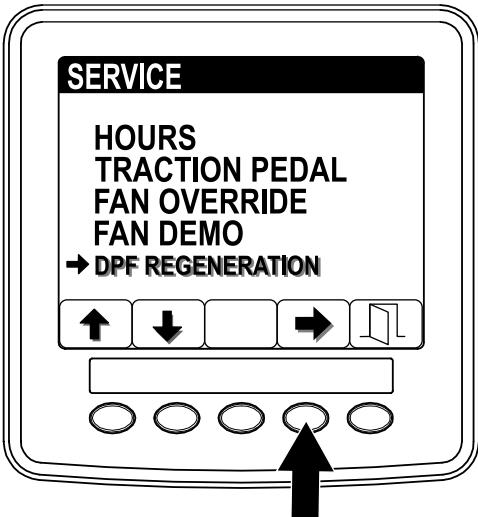

Figura 35
1. Acceda al menú Service (Servicio) y pulse los botones 1 o 2 para desplazarse hacia abajo, hasta la opción DPF REGENERATION (Regeneración de DPF) (Figura 35).
- Pulse el botón 4 para seleccionar la opción DPF Regeneration (Regeneración de DPF) (Figura 35).